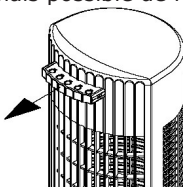

Fig. 2
2. La télécommande ressort maintenant à moitié du ventilateur (fig. 2).